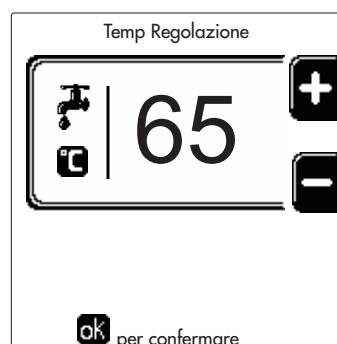

fig. 16
- **ON**. In caso di richiesta Riscaldamento/Sanitario, la caldaia lavora alla Temperatura di Regolazione Riscaldamento/Sanitario (fig. 14/fig. 16) impostata.
- **🏠**. In caso di richiesta Riscaldamento/Sanitario, la caldaia lavora alla Temperatura di Regolazione Ridotta. La temperatura Ridotta si ottiene sottraendo il valore della Temperatura Regolazione Riduzione (fig. 15/fig. 17) alla Temperatura di Regolazione Riscaldamento/Sanitario (fig. 14/fig. 16) impostata.